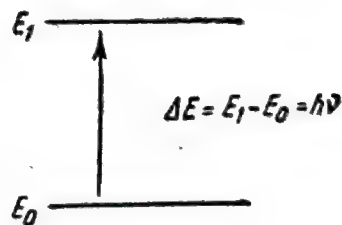

Fig. 67.
2. Dacă printr-o substanță se trece un fascicul de radiații electromagnetice, cu un spectru continuu al lungimilor de undă, substanța respectivă va absorbi radiațiile cu anumite lungimi de undă, în cazul în care energia acestor radiații este egală cu diferența între două stări energetice ale sistemelor chimice componente (fig. 67).